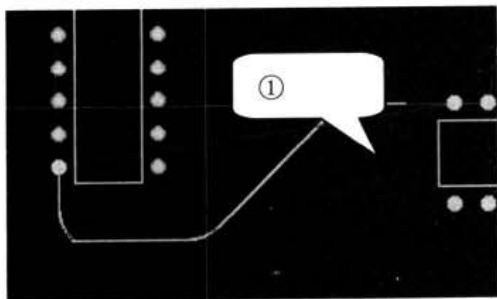
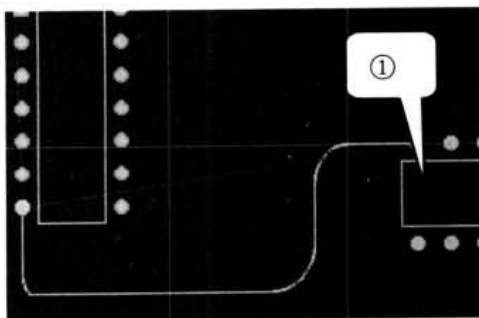

图 14-8 栅格设置为 200mil 时效果图
图 14-9 栅格设置为 1mil 时的效果图
在手工布线时, 如果栅格设置不合理, 可能就根本不能定位到需要连线的焊盘上。图 14-8 是栅格设置为 200mil 时布线的效果图, 在图中由于栅格设置过大, 连线不能连接到焊盘上, 即如图 14-8 中的①所示; 图 14-9 是栅格设置为 1mil 时的效果图, 则达到了要求。